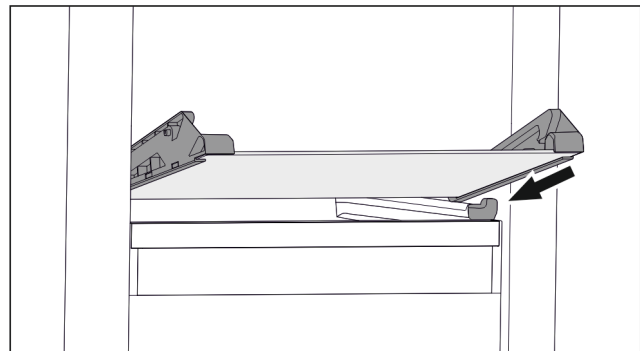

Fig. 67 Glasplatte des abklippbaren Schubfachs
- ▶ Glasplatte schräg hinter den Stopperrn aufsetzen. (zie Fig. 67)